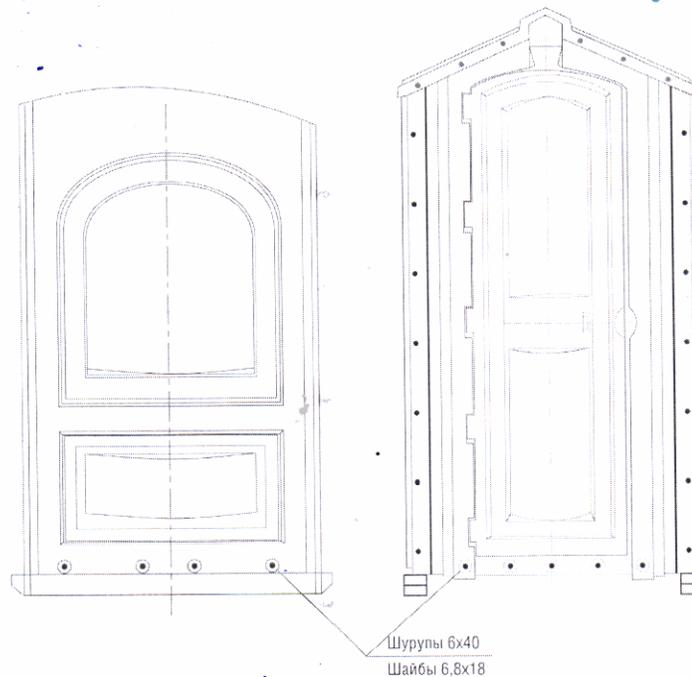

Рис. 4
4. Установить на поддон с полом бак. Приподнять "короб" из 3-х стенок и передней панели и установить на поддон. Закрепить стенки и панель к поддону, для чего необходимо просверлить 17 отверстий диаметром 5 мм по имеющейся разметке и с помощью шуруповерта с насадкой завернуть шурупы через шайбу (Рис. 4).